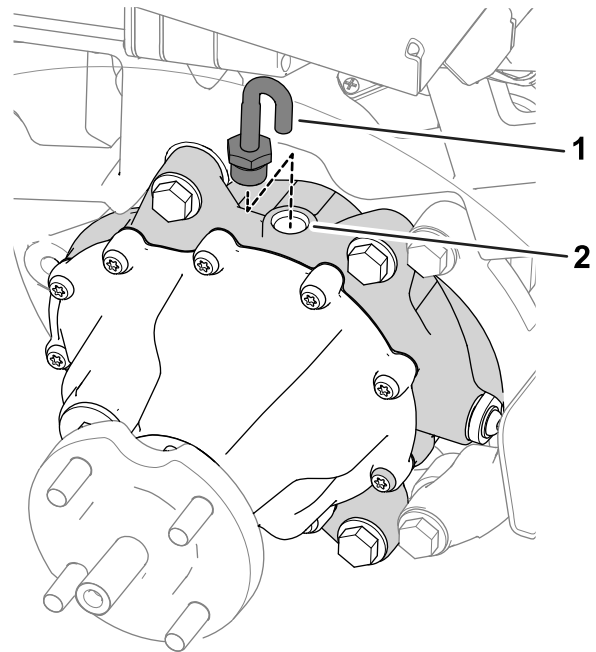

Рисунок 9
1. Снимите вентиляционный шланг и штуцер с верхней части редуктора (Рисунок 9).
3. Установите вентиляционный шланг и штуцер в заливное отверстие (Рисунок 9).